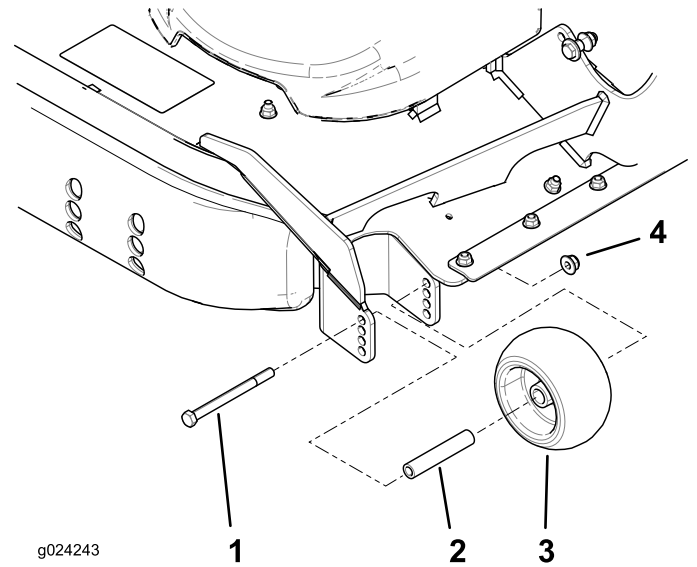
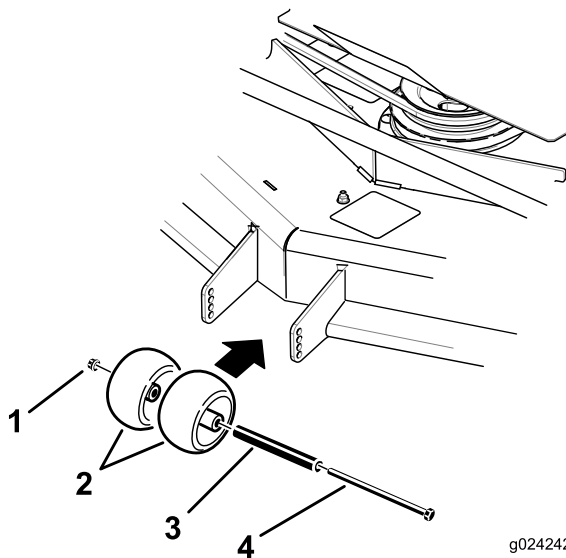

Figure 34
Figure 33
3. Réglez les galets anti-scalp comme montré à la Figure 33 et la Figure 34.